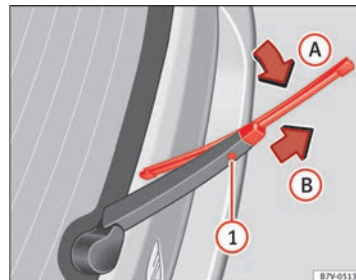

Abb. 117 Scheibenwischerblatt der Heckscheibe auswechseln.
- Scheibenwischerarm anheben und um einen Winkel von etwa 60° wegklappen ⇒ Abb. 117.
- Entriegelungstaste ① gedrückt halten.
- Scheibenwischerblatt in Richtung Scheibenwischerarm ⇒ Abb. 117 (Pfeil **A**) kippen und gleichzeitig in Pfeilrichtung **B** abziehen. Dazu kann ein etwas erhöhter Kraftaufwand notwendig sein.